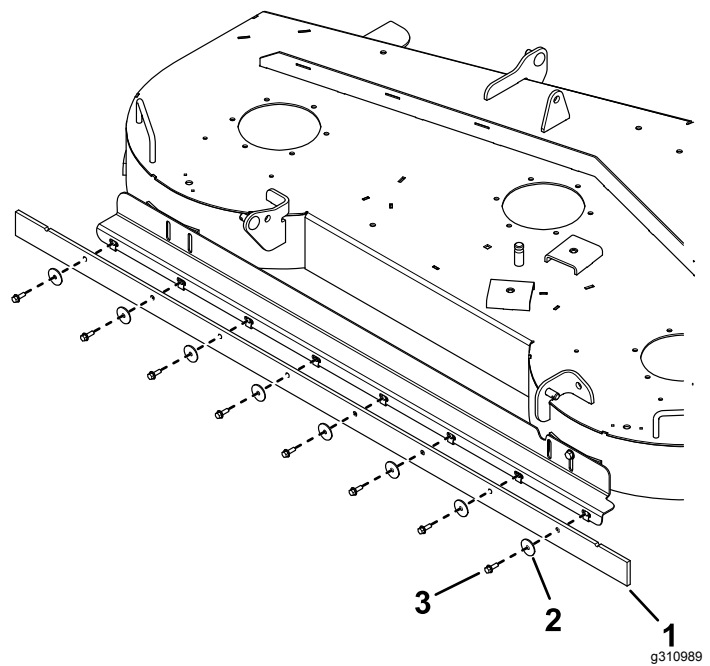

Figure 6
7. Fixez le racloir sur le support à l'aide de 8 boulons et 8 rondelles (Figure 6).